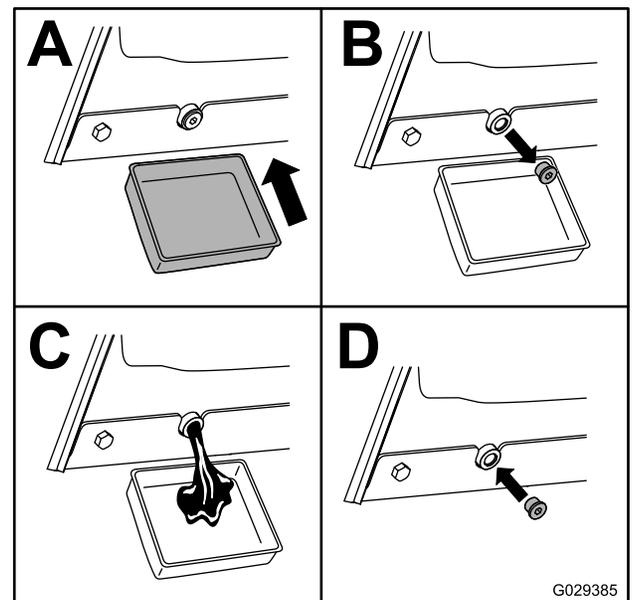

Рисунок 45
5. Слейте масло под платформой (Рисунок 45).